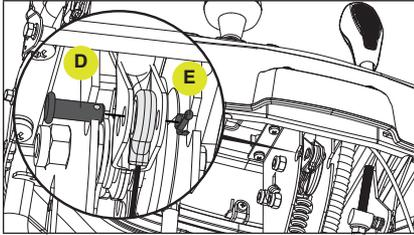

Figure 83
6. Sous le panneau de commande, à l'endroit où se trouve le câble du déflecteur de la goulotte, retirez la goupille (D) et la goupille fendue (E). (Fig. 83)